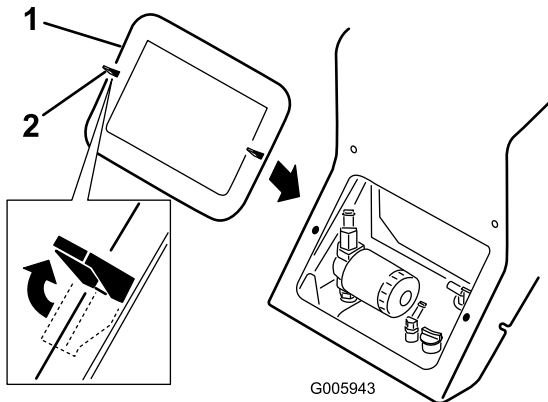

Figure 25
3. Desserrez les deux languettes de blocage (Figure 25), languette supérieure gauche illustrée)